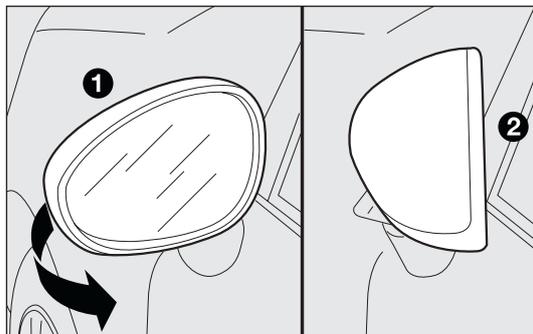

fig. 32
In caso di necessità (per esempio quando l'ingombro dello specchio crea difficoltà in un passaggio stretto) è possibile ripiegare gli specchi spostandoli dalla posizione 1-fig. 32 alla posizione 2.
***Durante la marcia gli specchi devono sempre essere in posizione 1-fig. 32.***